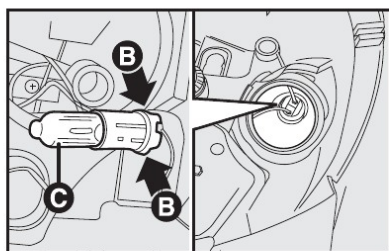

fig. 18
- Pressionar nas aletas **B-fig. 18** e retirar o porta-lâmpada;
- Extrair a lâmpada **C-fig. 18** e substituí-la;